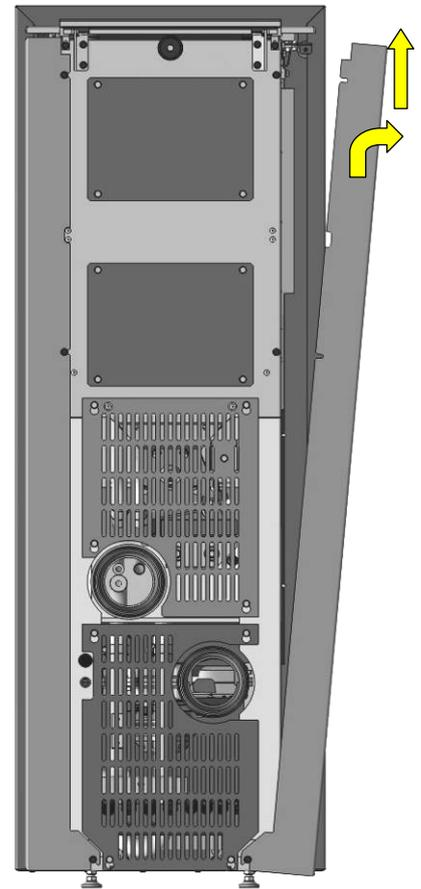

Fig. 23 : démontage de l'habillage latéral
4. Basculez latéralement la paroi latérale et retirez-la (Fig. 23).